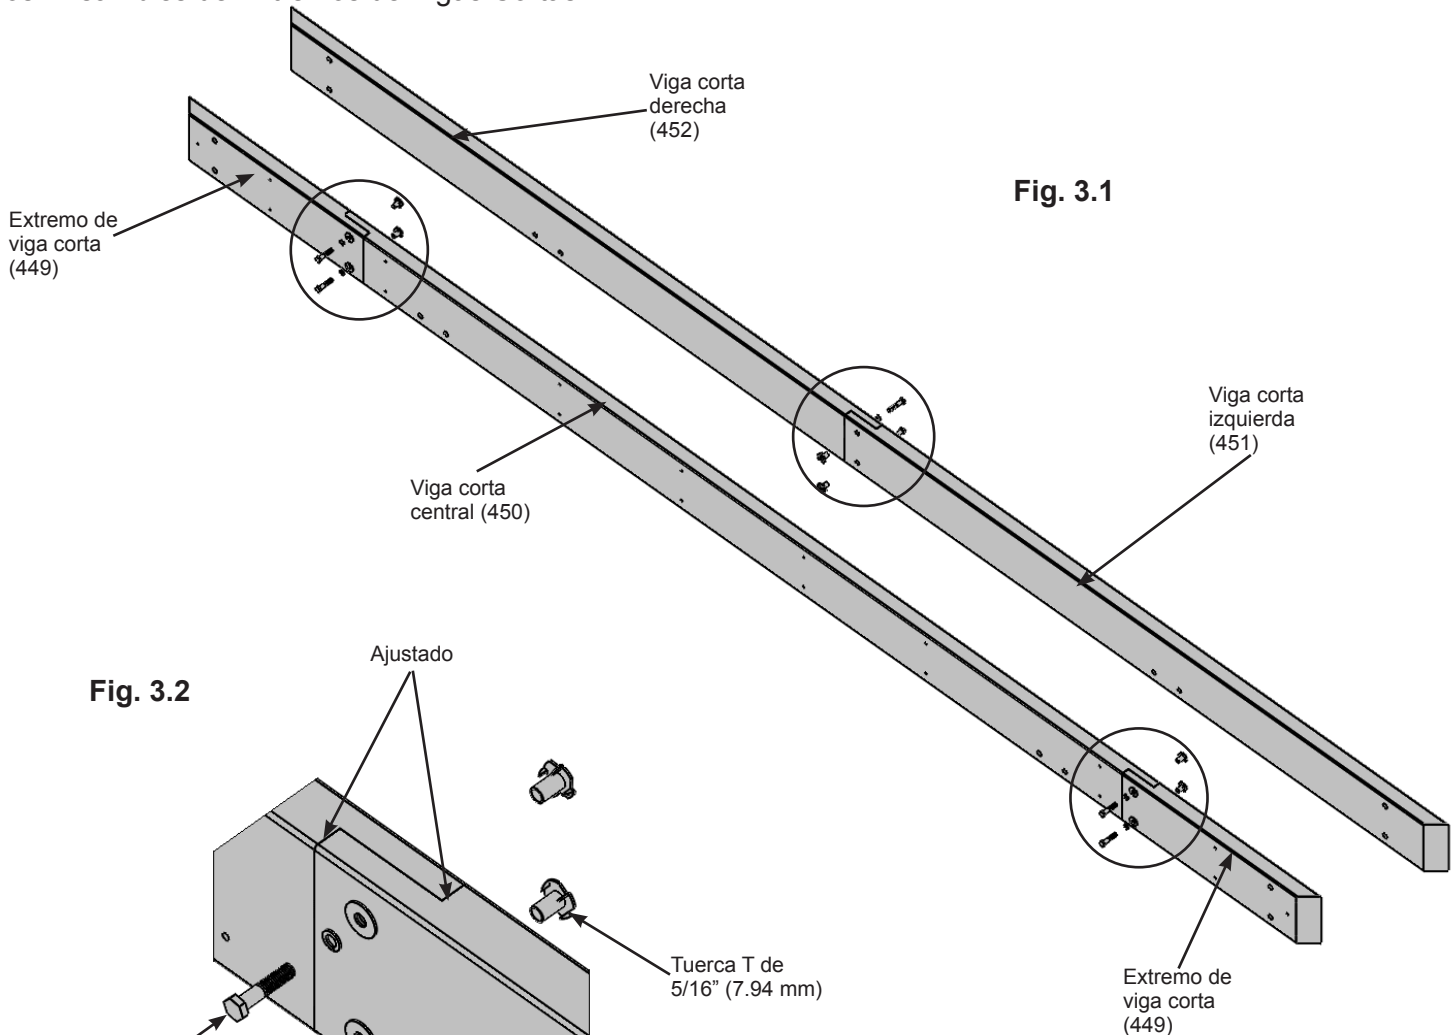

Fig. 3.1
A: Una Viga Corta Izquierda (451) y una Viga Corta Derecha (452) con dos Pernos hexagonales de 5/16 x 1-1/2" (7.94 mm x 3.81 cm) [con arandela de seguridad de 5/16" (7.94 mm), arandela grande de 1/4-5/16" (6.35 mm - 7.94 mm) y tuerca T de 5/16" (7.94mm)] como se muestra en las fig. 3.1 y 3.2.
B: Una un Extremo de Viga Corta (449) a cada lado de una Viga Corta Central (450) con dos Pernos hexagonales de 5/16 x 1-1/2" (7.94 mm x 3.81 cm) [con arandela de seguridad de 5/16" (7.94 mm), arandela grande de 1/4-5/16" (6.35 mm - 7.94 mm) y tuerca T de 5/16" (7.94mm)] como se muestra en las fig. 3.1 y 3.2.